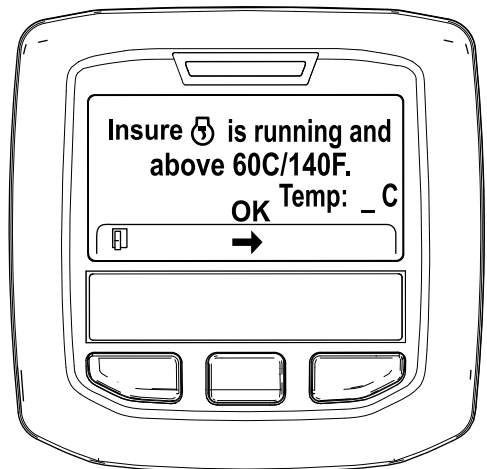

Figura 36
- Si la temperatura del refrigerante está por debajo de 60°C (140°F), aparece el mensaje "Insure ☺ is running and above 60C/140F" (Asegúrese de que funciona y esté por encima de 60 °C/140 °F). (Figura 36).